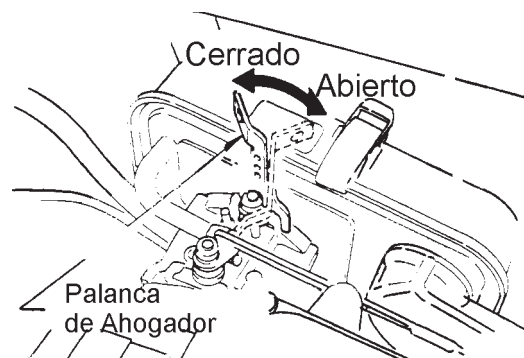

Figura 7. Palanca del Ahogador
3. Cierre la palanca del ahogador (Figura 7) y mueva la palanca del acelerador a su posición “**Abierto Total**”. Al Girar la palanca del ahogador 90 grados a favor de las manecillas del reloj cerramos el ahogador. En climas fríos, arranque la unidad con el ahogador totalmente cerrado. En climas calientes o cuando el motor este caliente, la unidad puede ser arrancada con el ahogador a la mitad de su recorrido o totalmente abierto.
5. Si el motor falla al arrancar, mueva la palanca del ahogador (Figura 7) hacia su posición media para evitar que el motor se ahogue.